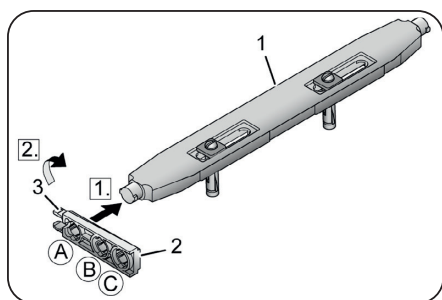

Fig. 4
2. Inserire il ponte di supporto (1, Fig. 4) in uno dei fori A, B o C dei supporti in altezza (2, Fig. 4), a seconda dell'altezza di seduta del WC desiderata.
3. Ruotare i supporti in altezza di 90°. Le alette di bloccaggio (3, Fig. 4) devono essere rivolte verso l'alto.